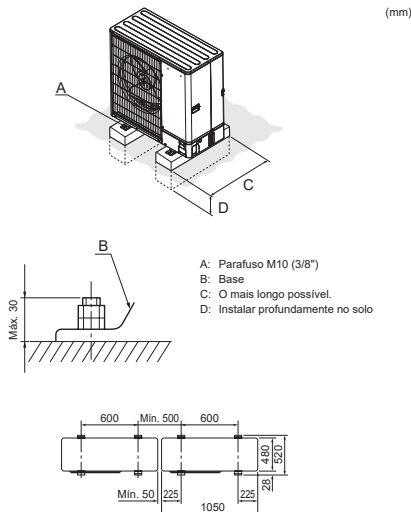

Fig. 4-1
- Instale a unidade numa estrutura rígida para impedir som ou vibração excessivos durante o funcionamento. (Fig. 4-1)